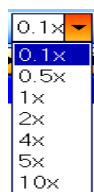

Рис. 3.55
4. По умолчанию размер сетки для черчения равен 0.1 мм. Щёлкните левой кнопкой мышки по кнопке справа от значка **Grid Spacing** (Интервал сетки) на панели инструментов и в выпавшем списке выберите множитель **0.1x** (рис. 3.55), чтобы сделать размер сетки 0.01 мм.